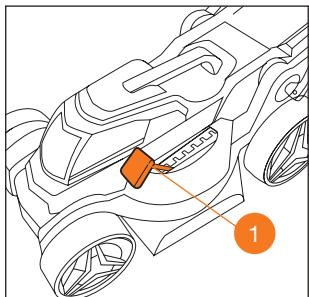

Рис. 14
Регулировку высоты скашивания производите перемещением рукояти. Отклоните рукоять ① в направлении от зацепления и установите в одно из семи положений от 25 до 75 мм (Рис. 14).